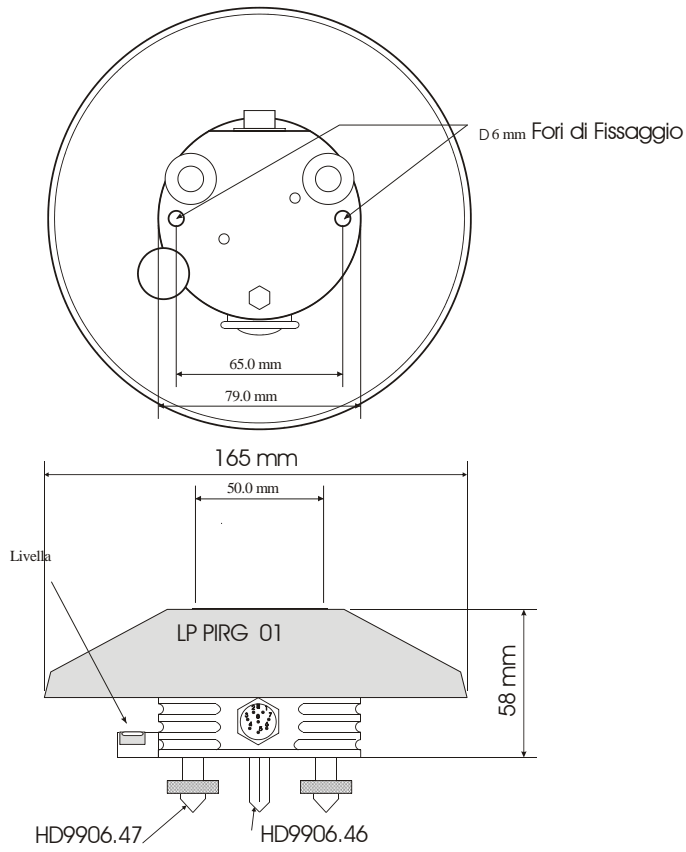

Figura 2
- Per un accurato posizionamento orizzontale, il pirgeometro LP PIRG 01 è dotato di livella, la regolazione avviene mediante le due viti con ghiera di registrazione che permettono di variare l'inclinazione del pirgeometro. Il fissaggio su di un piano può essere eseguito utilizzando i due fori di diametro 6mm ed interasse di 65 mm. Per accedere ai fori rimuovere lo schermo e riposizionarlo a montaggio ultimato, si veda la figura 2.